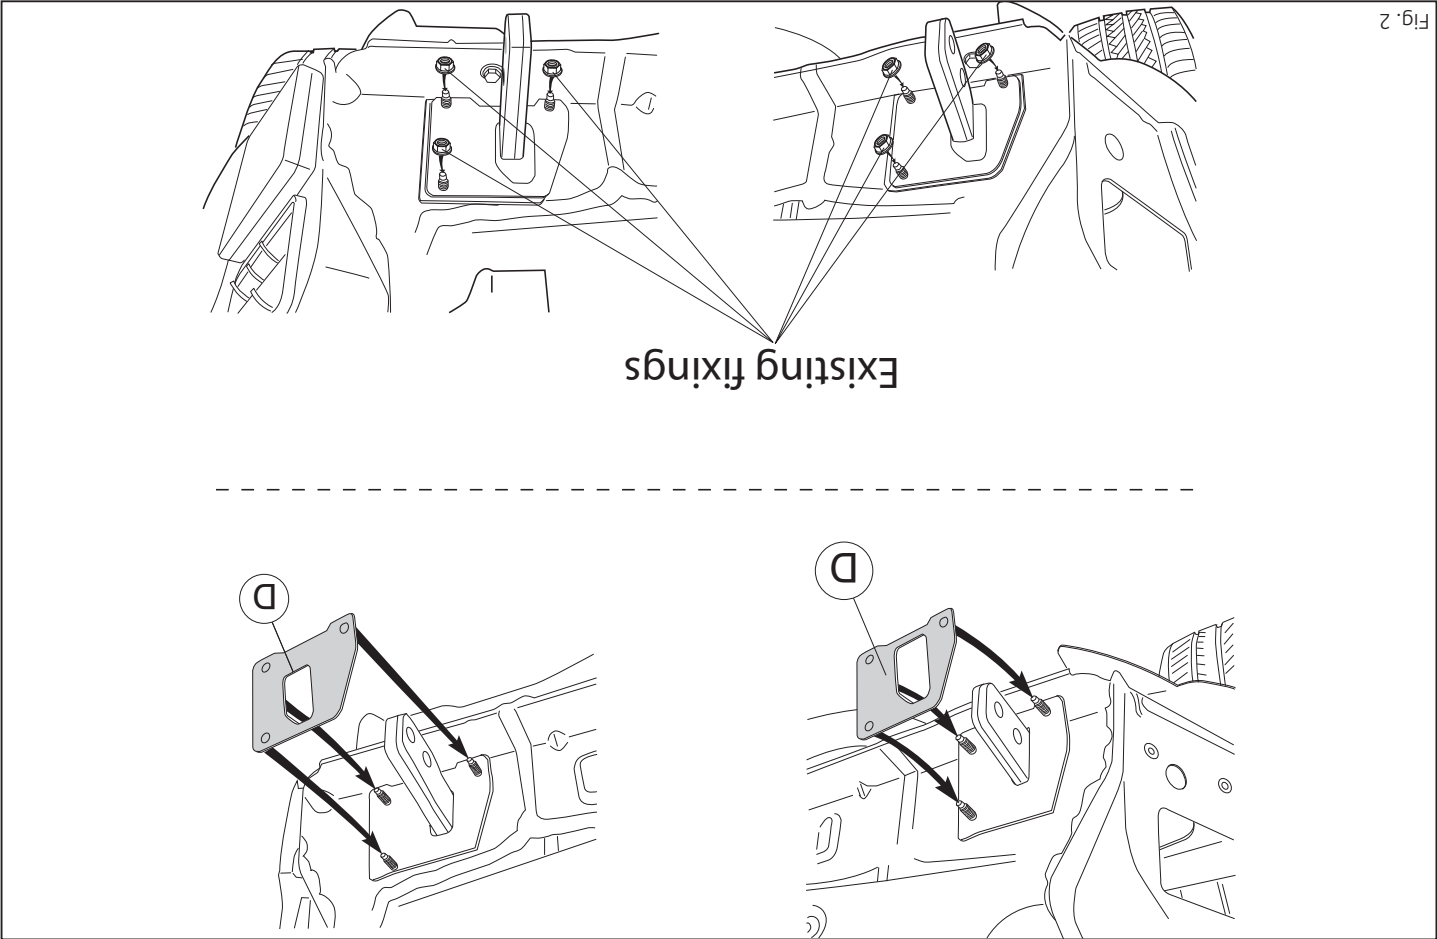

Fig. 2
3. Die Dichtung wie angegeben einsetzen. Siehe Abbildung 2.